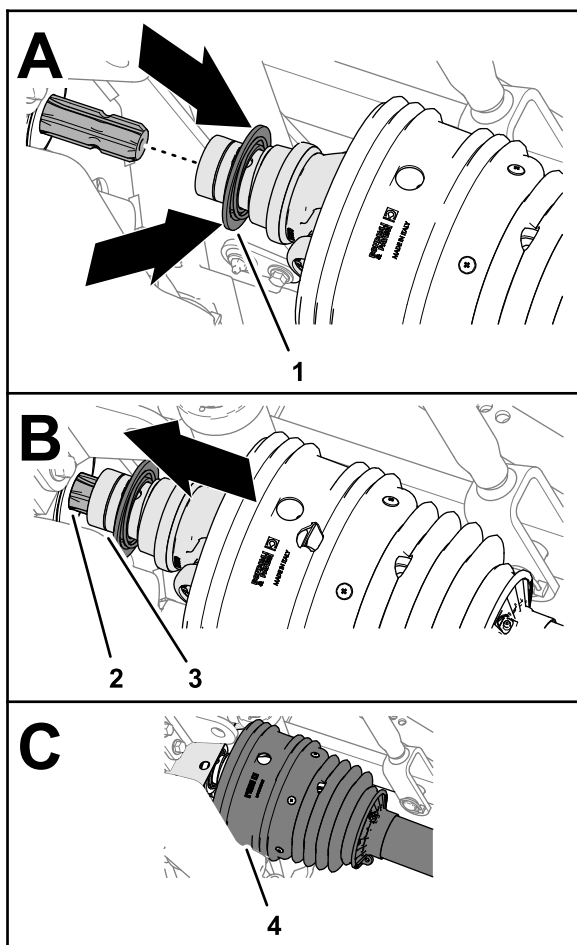

Рисунок 31
2. Оттяните назад запорное кольцо быстроразъемного соединителя (Рисунок 31).
- Оттягивая назад запорное кольцо, потяните вилку приводного вала механизма отбора мощности вперед и наденьте гнездо соединителя на шлицы выходного вала механизма отбора мощности (Рисунок 31).
- Убедитесь в том, что кожух расположен поверх вилки приводного вала (Рисунок 31).